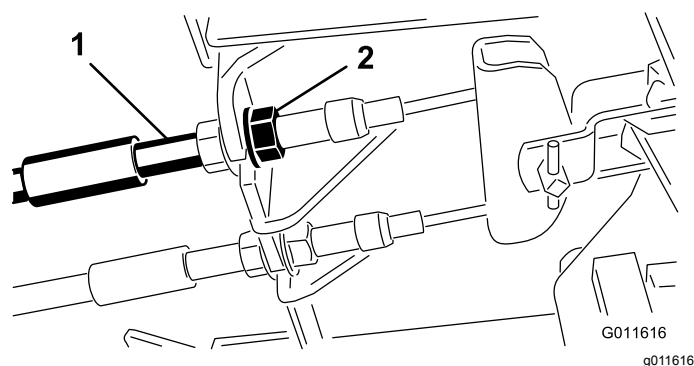

図 63
1. 遊びを減らすブレーキを締めるには、ブレーキケーブルのねじ山の前ナットをゆるめ、後ろのナットを締める図 63。